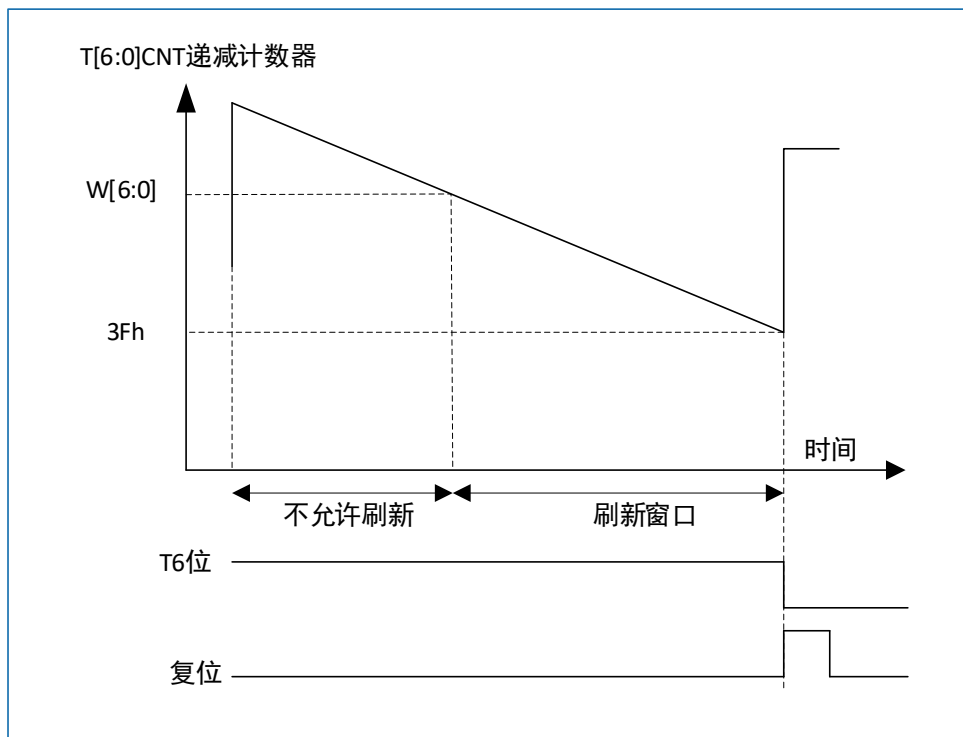

图 18-2 WWDG 时序图
- 当看门狗被启动后，递减计数器在窗口外被重新装载。具体信息请参见：图 18-2。
T[5:0]位包含了看门狗产生复位之前的计时数目；复位前的延时时间在一个最小值和一个最大值之间变化，这是因为写入 WWDG_CR 寄存器时，预分频值是未知的。配置寄存器 (WWDG_CFR) 中包含窗口的上限值：要避免产生复位，递减计数器必须在其值小于窗口寄存器 WWDG_CFR.W[6:0]的数值并且大于 0x3F 时被重新装载，图 18-2 描述了窗口寄存器的工作过程。另一个重装计数器的方法是利用提前唤醒中断 (EWI)。设置 WWDG_CFR 寄存器中的 EWI 位开启该中断。当递减计数器到达 0x40 时，则产生此中断，相应的中断服务程序 (ISR) 可以用来加载计数器以防止 WWDG 复位。在 WWDG_SR 寄存器中写'0'可以清除该中断。
可以使用图 18-2 提供的公式计算窗口看门狗的超时时间。